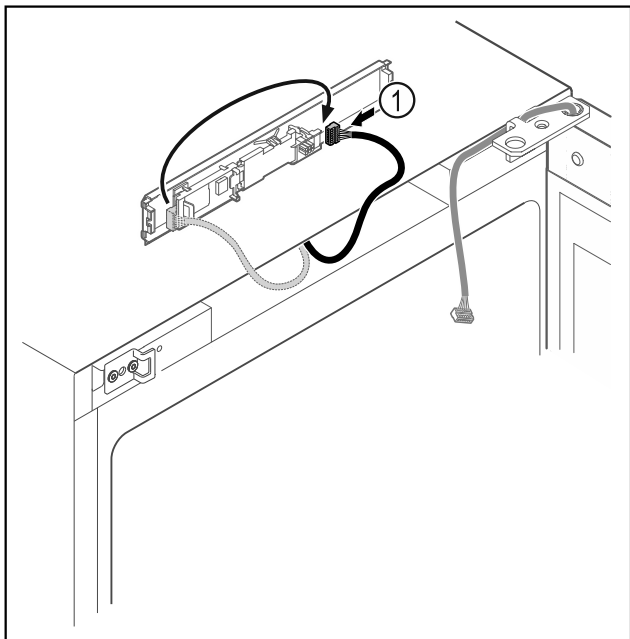

Fig. 15
- Lidhni spinën Fig. 15 (1) në qark në anën tjetër.